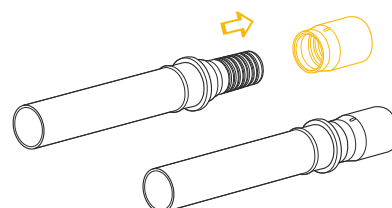

Рис. 4.6.2
2. Собрать фитинг обжимной: навинтить гильзу на втулку до упора (рис. 4.6.2).